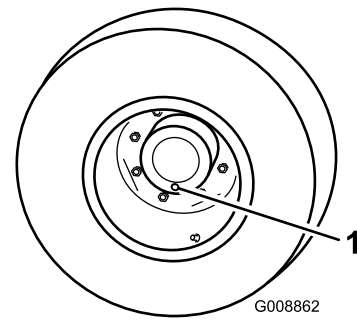

Figura 89
1. Con la máquina en una superficie nivelada, coloque una rueda de manera que uno de los tapones de verificación/drenaje esté en la posición más baja (posición de las 6) (Figura 89).